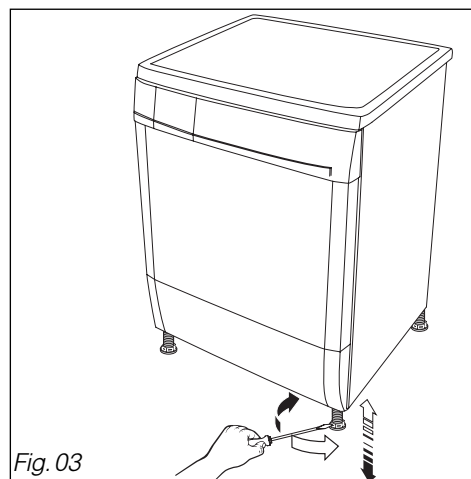

Fig. 03
Votre sèche-linge est équipé de 4 pieds réglables (Fig.03). Pour régler son horizontalité et sa stabilité :
- En fonction de la configuration du sol, vissez ou dévissez, à l'aide d'une clé ou d'un tournevis, un ou plusieurs pieds afin de le ou les régler en hauteur (Fig.03).